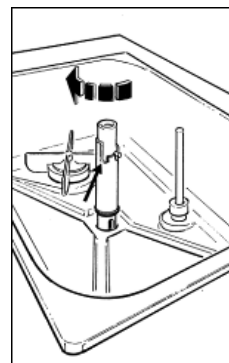

Fig. 29
- Posizionare il tubo di regolazione dell'aria e sollevandone e ruotandone la parte superiore in senso orario sistemarlo nella posizione chiusa sulla tacca inferiore come indicato dalla freccia (Fig. 29).